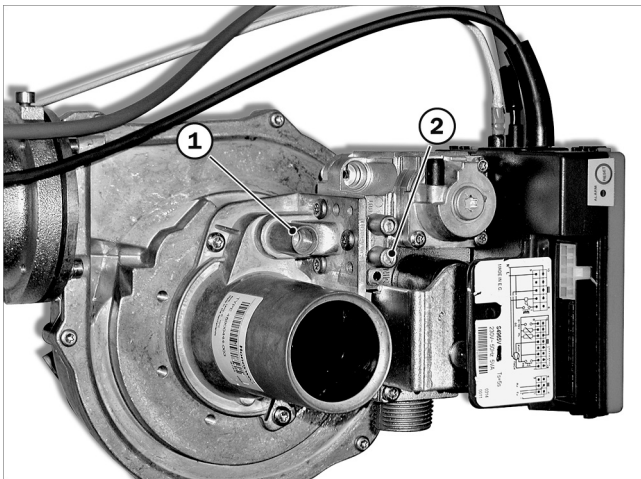

Abb. 18: Brenner einstellen
- Zum Überprüfen des Fließdrucks des Gases bei laufendem Brenner, dient der Messstutzen → Abb. 18 (2).